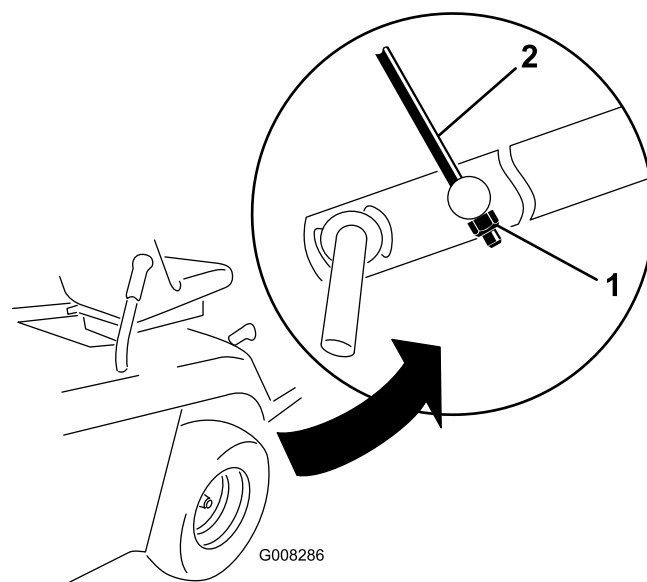

Figura 40
9. Ajuste la contratuerca M8, en el extremo de la varilla de ajuste de altura de corte, hasta que la varilla esté ligeramente tensada (Figura 40).